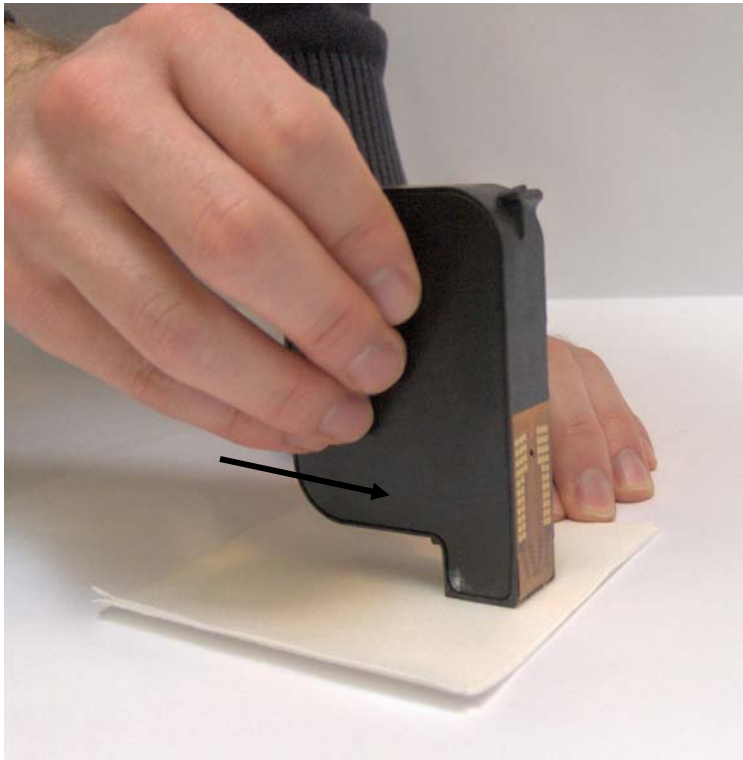

Abbildung 51: Reinigen der Düsenplatte
- Ziehen Sie die Düsen der Tintenpatrone langsam in Richtung der Düsenzeilen über das Tuch (siehe Abbildung 51).